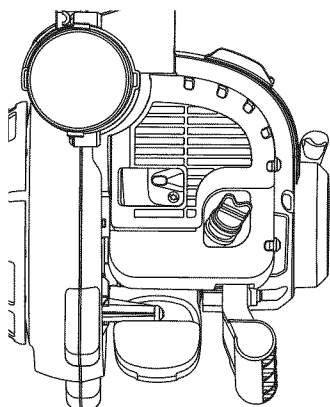

Fig. 16
2. Coloque el motor en una superficie a nivel (Fig. 16).